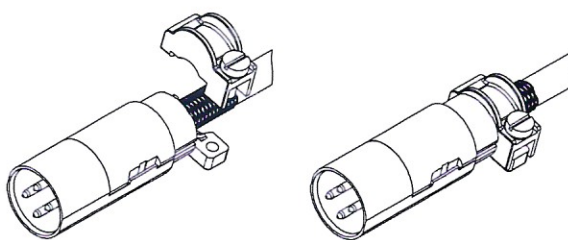

Рисунок 29 – Установка прижима
9.9 Установить прижим (3-6) или (6-9,5) в зависимости от диаметра кабеля (рис. 29).